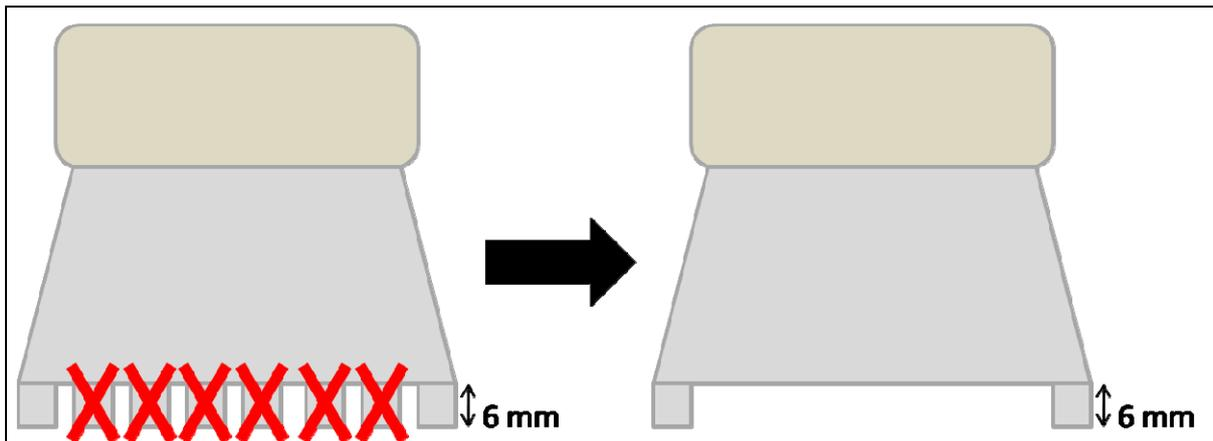

Abbildung 1: Modifizierung eines Zahnschachtels
- Zahnpachtel (6 mm, die inneren Zähne müssen entfernt werden; siehe Abbildung 1)
Die exakte Auftragsdicke kann erreicht werden, indem ein handelsüblicher Zahnschachtel mit einer Zahngröße von 6 mm modifiziert wird (siehe Abbildung 1). Hierzu müssen lediglich die inneren Zähne bündig herausgetrennt werden. Bleiben die beiden äußeren Zähne stehen, muss der Spachtel nur noch senkrecht zur Fläche über diese gezogen werden.